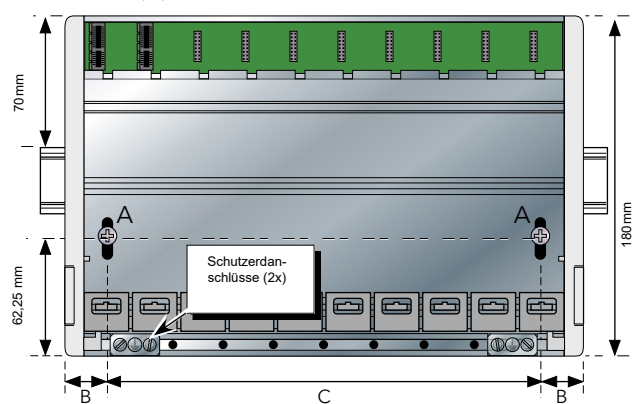

Abbildung 1: Abmessungen der Rückwandplatte
Wie in Abbildung 1 und Tabelle 1 dargestellt, ist die E+PLC400 Rückwandplatte in vier Größen für 0, 4, 8 bzw. 16 E/A-Module erhältlich.
- Lösen Sie mithilfe eines geeigneten Pozitiv-Schraubendrehers die Schrauben („A“ in Abbildung 1) im Basisteil und lassen Sie sie mit den zugehörigen Halteklammern auf den Boden des Schraubenschlitzes fallen.
- Lösen Sie das Gerät auf der Oberkante der DIN-Schiene an und schieben Sie die Schrauben (A) mit den zugehörigen Klammern mithilfe des Schraubendrehers so weit wie möglich nach oben in die Schraubenschlitze.
- Achten Sie darauf, dass die winklige Kante der Basis-Halteklammern sich hinter der Unterkante der DIN-Schiene befinden und ziehen Sie die Schrauben (A) fest.
- Entfernen Sie die Schrauben (A) und ihre zugehörigen Basis-Halteklammern.
- Halten Sie das Basisteil waagrecht an die Schalttafel und markieren Sie die Position der beiden Öffnungen an der Schalttafel (Mitten siehe Abbildung 1 oben).